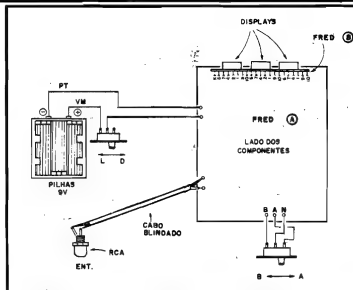

Fig. 8
- **FIG. 8 - CONEXÕES EXTERNAS** - Com as duas placas já devidamente "emendadas", restam as conexões externas, que são poucas e simples, mas ainda importantes... A figura mostra o conjunto sendo observado pelo lado dos componentes da placa A (placa B já anexada, conforme figura anterior...), enfatizando as ligações periféricas... Atenção aos seguintes pontos: polaridade da alimentação (sempre fio **vermelho** no positivo e fio **preto** no negativo, lembrem-se...), conexões aos terminais da chave de faixas (a posição "B" é para a faixa mais "baixa" de Frequências, e a posição "A" para a faixa mais "alta"...), e - finalmente - as ligações com cabo blindado ao jaque RCA